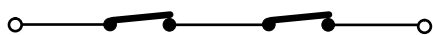

Fig. 32
**N.B. Si deux ou plusieurs dispositifs de sécurité ont la même fonction (ouverture, fermeture, ouverture et fermeture, bord), il faut connecter les contacts en série entre eux (fig. 32).**
Pour installer plusieurs dispositifs de sécurité, connecter les contacts N.F. en série (fig. 32).